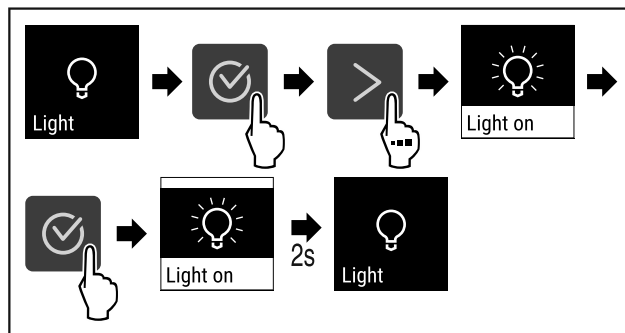

Fig. 68
- ▶ Suivre les étapes (voir Fig. 68).